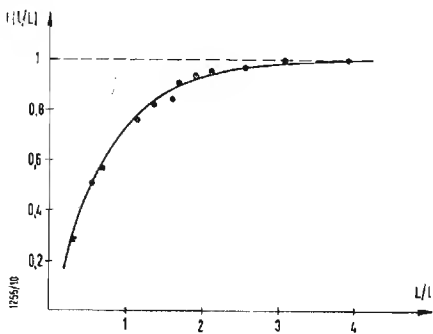

Fig. 2 - Andamento della funzione  $f(l/L)$ .
e l'andamento della funzione espressa dalla (10), nel caso  $x = 0$  è stata sperimentalmente ottenuta da F. Kuhrt [3] ed è riportato in fig. 2. Si vede che per  $L = l$ ,  $f = 0,7$ ; per  $L = 2l$ ,  $f = 0,9$  e infine per  $\frac{L}{l} \geq 4$  la funzione  $f\left(\frac{L}{l}\right)$  ha praticamente raggiunto il suo valore massimo 1.